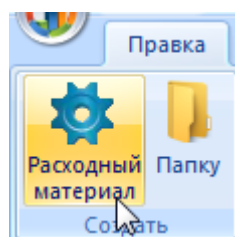

Рис. 9-57 – Панель «Создать»
- 3) Нажать кнопку «Расходный материал» панели «Создать» (рис. 9-57).